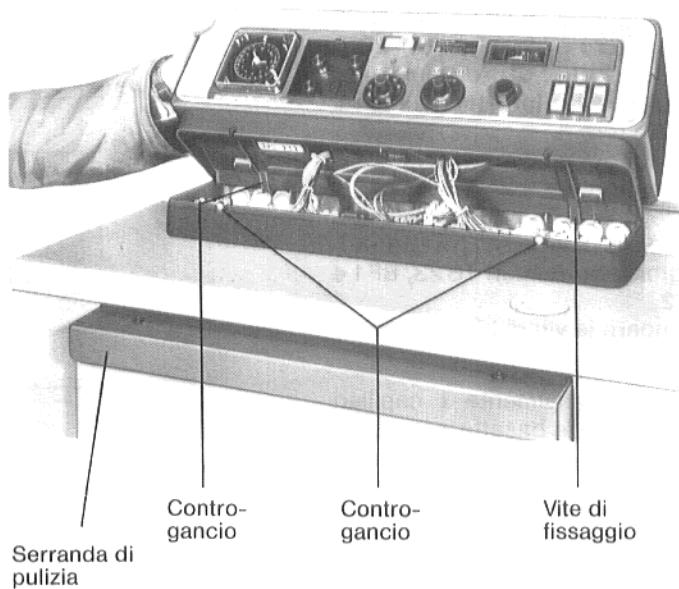
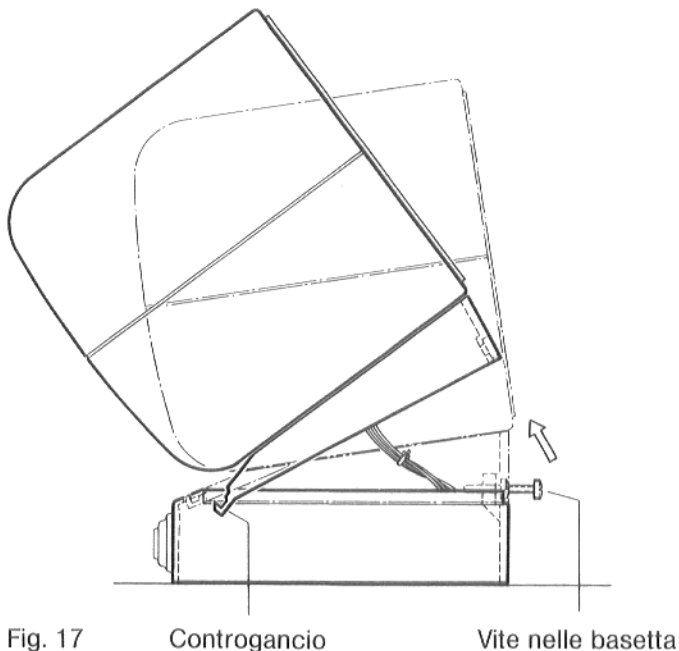

Fig. 16
Fig. 17
5.16 Introdurre la parte superiore del quadro comando (Fig. 17) con il controgancio, inclinata verso il retro, da sotto nelle feritoie della basetta. Premere la parte superiore del quadro comando anteriormente verso il basso ed avvitare le viti di fissaggio (Fig. 16 e 17).